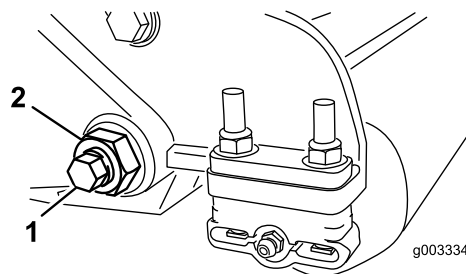
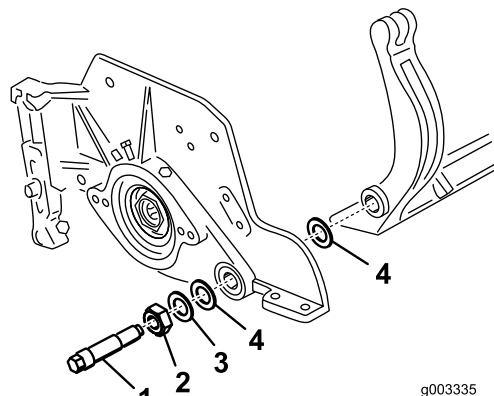

Figura 31
Figura 32
3. Su ciascun lato della macchina, allentate il dado di bloccaggio che fissa il bullone della barra di appoggio (Figura 31).
4. Togliete ciascun bullone della barra di appoggio consentendo alla barra di appoggio di essere tirata verso il basso e rimossa dal bullone della macchina (Figura 31). Considerate 2 rondelle in nylon e 1 rondella in acciaio stampato su ciascun lato della barra di appoggio (Figura 32).
4. Posizionate una rondella in acciaio all'esterno di ciascuna rondella in nylon (Figura 32).
Serrate i bulloni della barra di appoggio a un valore compreso tra 27 e 36 N·m. Serrate i dadi di bloccaggio finché la rondella in acciaio esterna non cesserà di ruotare e il gioco di estremità verrà eliminato, ma non serrate eccessivamente o non deviate le piastre laterali. Le rondelle all'interno possono avere del gioco (Figura 32).